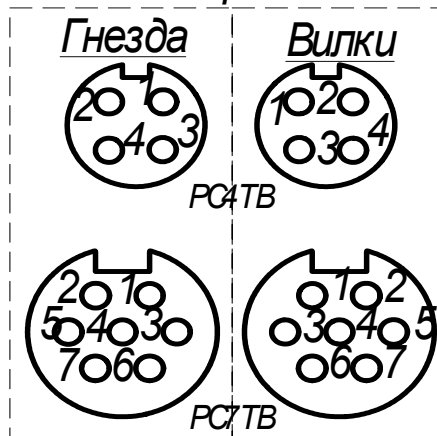

Рис. 4 - Нумерация контактов разъемов РСТВ
3.1.6.1 Общая длина соединительного кабеля между БСД, КК1 и вычислителем не должна превышать 100 м. Для соединения вычислителя с датчиками необходимо выполнить пайку разъемов, входящих в комплект поставки вычислителя. Для надежного соединения рекомендуется концы проводников облудить. Нумерация контактов разъемов показана на рис. 4. При пайке разъемов необходимо руководствоваться прилагаемой схемой подключения электрической.